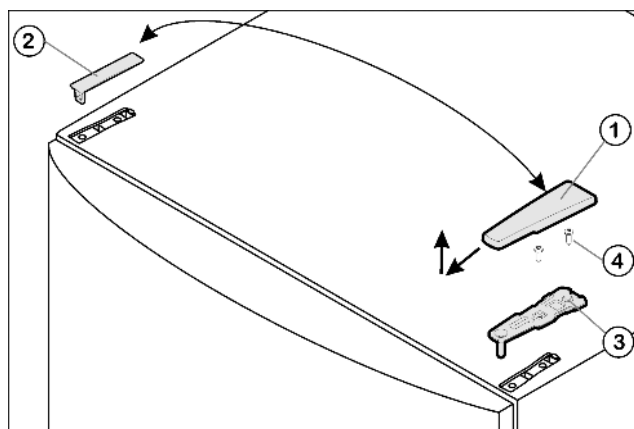

Fig. 5
- ▶ Потяните крышку Fig. 5 (1) вперед и вверх.
- ▶ Снимите крышку Fig. 5 (2).
- ▶ Открутите верхний опорный кронштейн Fig. 5 (3) (2 шт. Torx® 25) Fig. 5 (4) и вытяните вверх.
- ▶ Установите верхний опорный кронштейн *Fig. 5 (3)* на новой стороне шарнира и защелкните в дверце.
- ▶ Привинтите верхний опорный кронштейн (**с моментом 4 Нм**) (2 шт. Torx® 25) *Fig. 5 (4)*. При необходимости сделайте отверстия или используйте аккумуляторную отвертку.
- ▶ Наденьте и защелкните крышку *Fig. 5 (1)* и крышку *Fig. 5 (2)* на противоположной стороне снаружи.